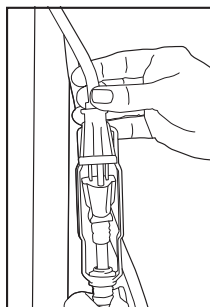

Fig. 2
3. Gire la perilla en la parte inferior del dispositivo de fijación del cable para ajustar el bloqueo y evitar que los cables se separen (Fig. 2).